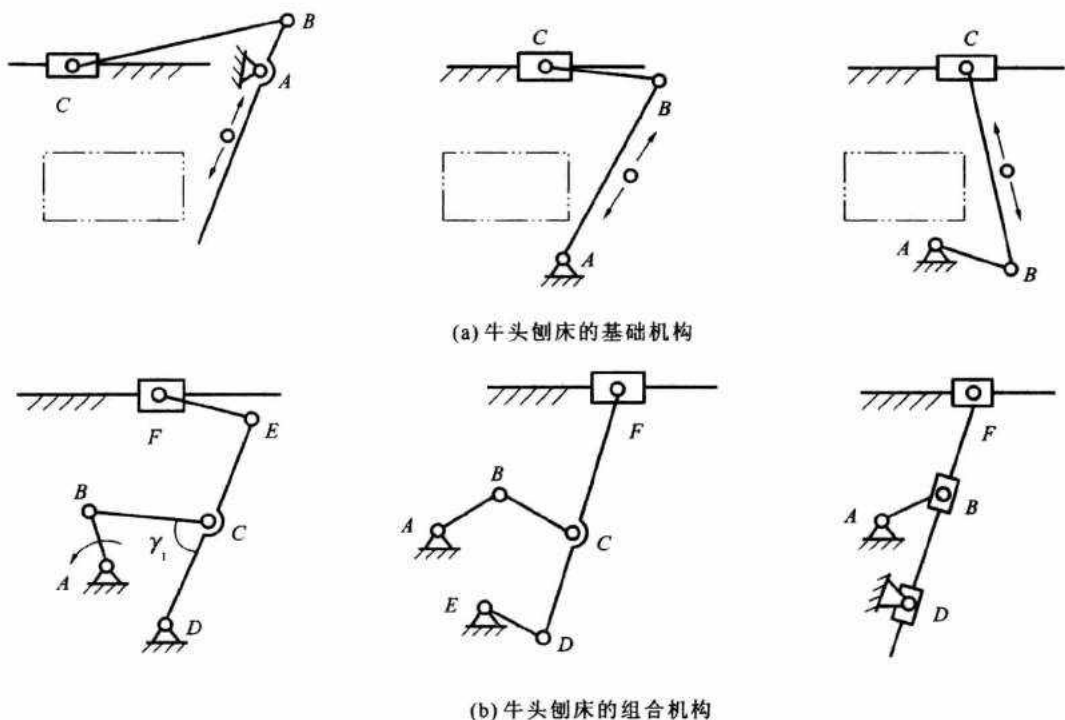

图 1-1
1. 图 1-1 所示为牛头刨床切削运动机构的基础机构与组合机构方案, AB 杆为原动件, 试